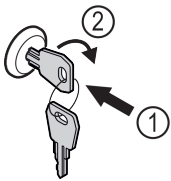

Fig. 192
- ▶ Uvucite ključ Fig. 192 (1).
- ▶ Okrenite ključ za 90° nadesno Fig. 192 (2).